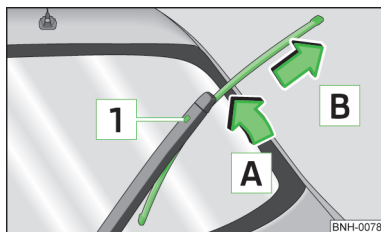

Fig. 30
- Levantar el brazo de la luna trasera del parabrisas e inclinar la escobilla ligeramente en la dirección del brazo del limpiacristales, flecha **A** » fig. 30.